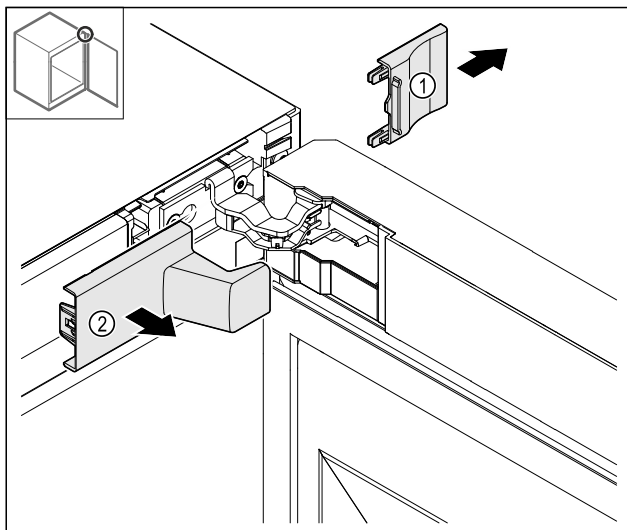

Fig. 7
- Rimuovere la copertura Fig. 7 (1) e poi Fig. 7 (2).